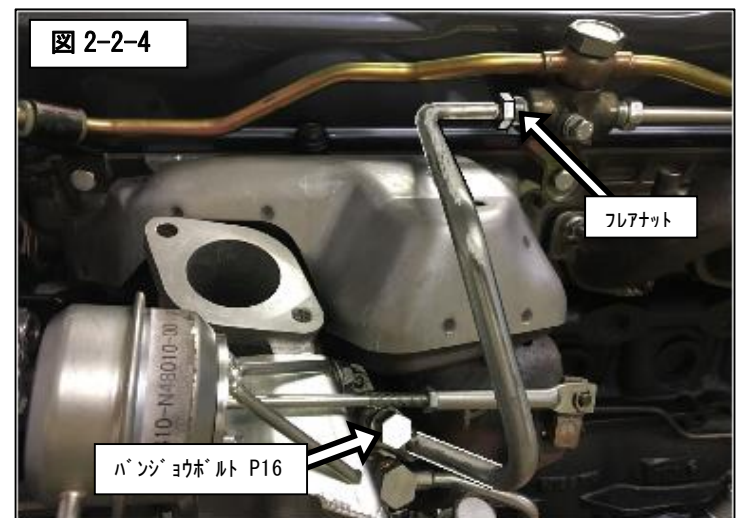

図 2-2-4
(11) パイプターボウォーターラインリアのフレアナットを純正ウォーターコネクターに接続してください。(図 2-2-4)
(12) フロント側ターボのアダプターターボウォーターラインにパイプターボウォーターラインフロントをバンジョウボルトで仮締めしてください。(図 2-2-4)
(13) パイプターボウォーターラインフロントのフレアナットを純正ウォーターコネクターに接続してください。(図 2-2-4)